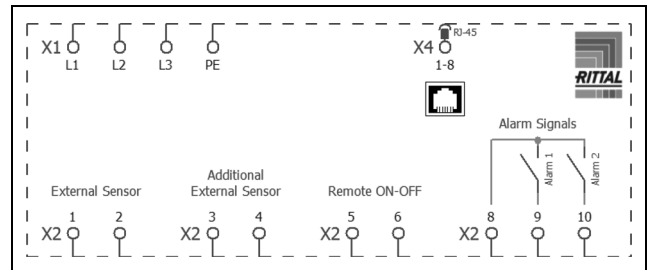

图 29: 接线图
- 从运输包装袋中取出电源连接插头并根据连接示意图生成电源连接 (图 29)。